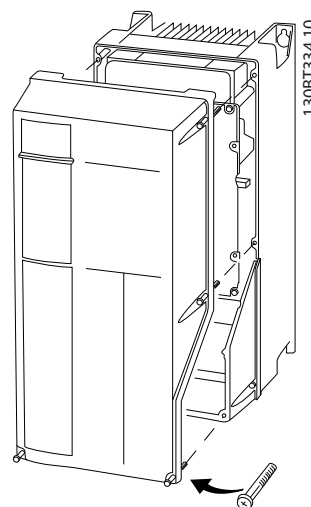

Abbildung 2.15 Zugriff auf Steuerklemmen bei den Gehäusen A4, A5, B1, B2, C1 und C2.
- Alternativ die Frontabdeckung durch Lösen von Befestigungsschrauben entfernen. Siehe *Abbildung 2.15*.